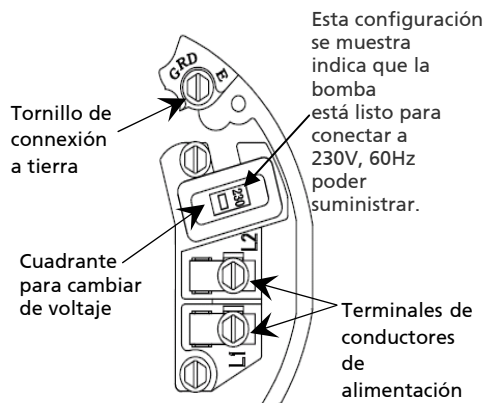

Figura 13 – Voltaje Establecido en 230 Voltios, Con Cuadrante
El tablero de terminales del motor (ubicado debajo de la tapa extrema del motor) debe parecerse al que se muestra en la Figura 13.
2. Gire el cuadrante hacia la izquierda hasta que 115 aparezca en la ventana del cuadrante (véase la Figura 13).